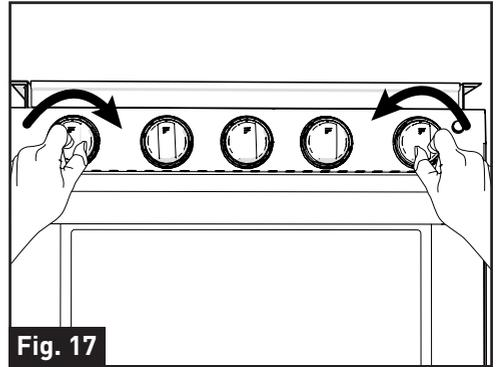

Fig. 17
4. Continuer à pousser et maintenez le bouton de commande du four et tournez le bouton d'allumage dans le sens horaire jusqu'à l'allumage du brûleur. (Fig. 17)